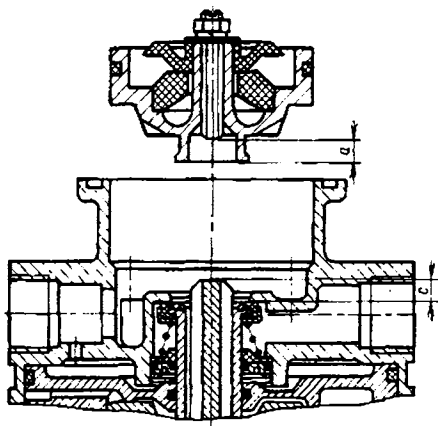

Рис. 6-28. Сборка и регулировка тормозного крана
2. Перед установкой верхнего поршня измерить расстояние "с" (рис. 6-28.) выступающего хвостовика поршня над клапаном.